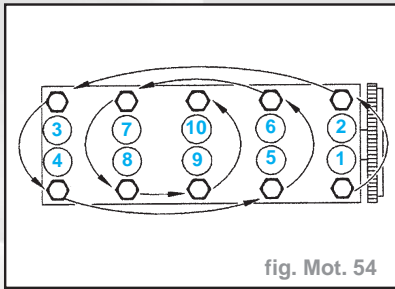

fig. Mot. 54
- Attention** : Procéder vis par vis et dans l'ordre indiqué (fig. Mot. 54).